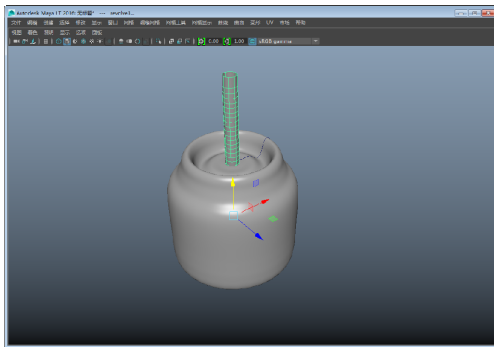
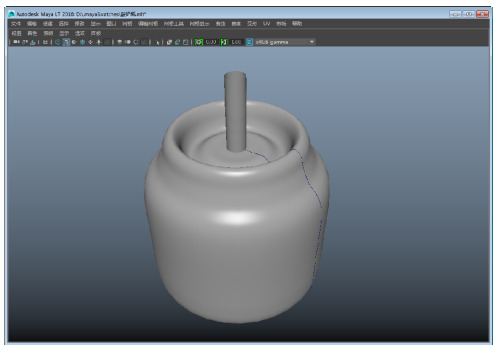

图 3-160 旋转成形
图 3-161 重建结果
- 9 接着对所绘制的曲线使用相同方式，首先选择【控制顶点】对其调节，然后使用【旋转】工具，旋转成一个如图 3-160 所示的曲面，最后根据酸奶瓶的位置，使用移动工具对其进行位置调动，此时模型显得有点粗糙，对其进行重建的结果如图 3-161 所示。